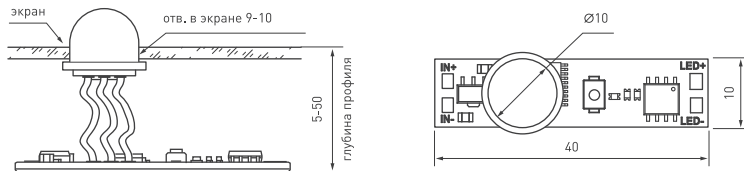
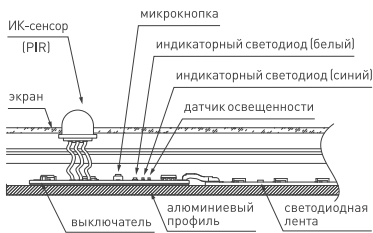
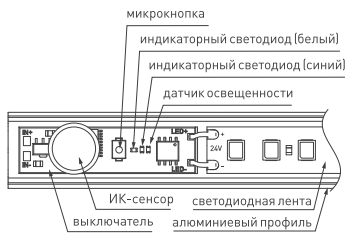

Рис. 1. Чертеж и габаритные размеры.
Рисунок 2. ИК-выключатель, установленный в профиль. Вид сбоку.
Рисунок 3. ИК-выключатель, установленный в профиль. Вид сверху.
- 3.7. В светорассеивающем экране профиля, над ИК-выключателем (см. Рис. 2 и Рис. 3), просверлите отверстие диаметром 9-10 мм (см. Рис. 1) для установки ИК-сенсора (PIR).